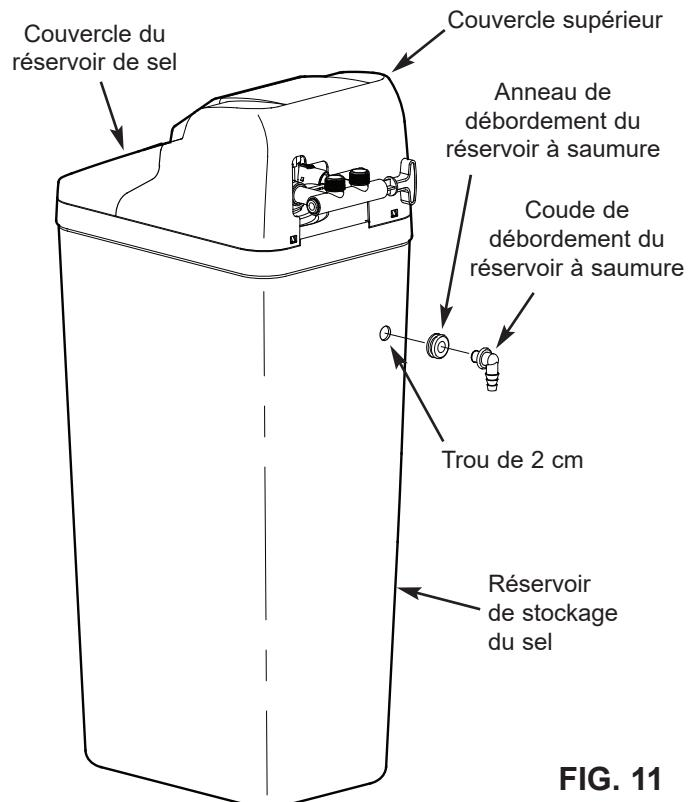

FIG. 11
1. Les modèles North Star sont assemblés à l'usine. Lors de l'installation, dégagiez et enlevez le couvercle supérieur, ensemble avec le couvercle du réservoir de sel (consultez la figure 11), pour exposer la soupape de l'adoucisseur. Placez-la de côté pour éviter de l'endommager.
2. Installez l'anneau et le coude du réservoir à saumure dans l'orifice de 2 cm de diamètre à l'arrière de la paroi du réservoir du stockage (consultez la figure 11).